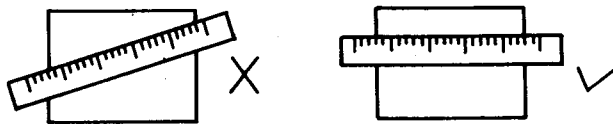
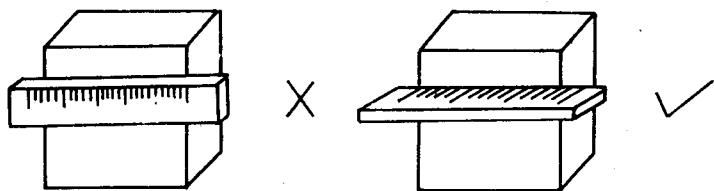
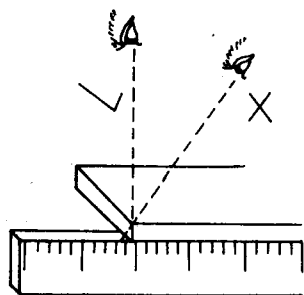

图1-1
图1-2
图1-3
2. 刻度尺使用方法 测量时要使刻度尺与被测长度重叠或平行对齐，如图1-1所示；尺与被测物要贴紧，如图1-2所示；目光应正视，如图1-3所示。